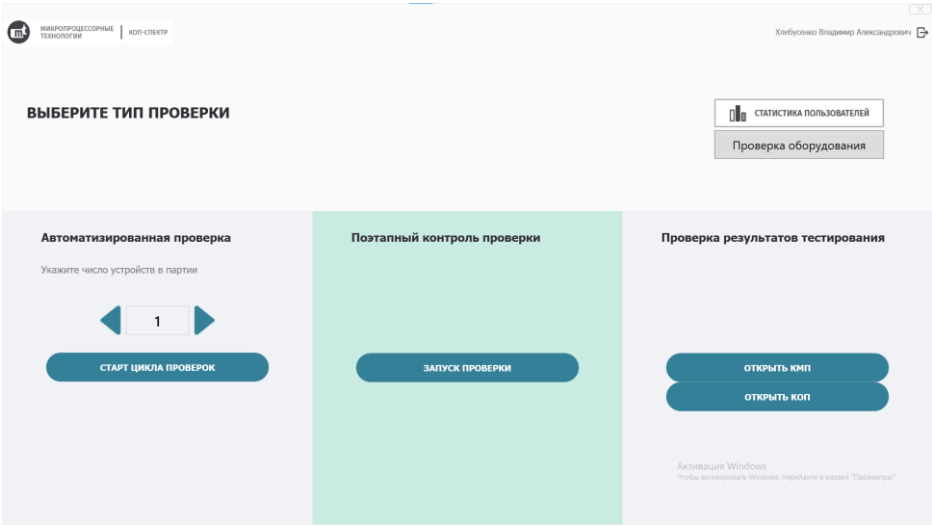
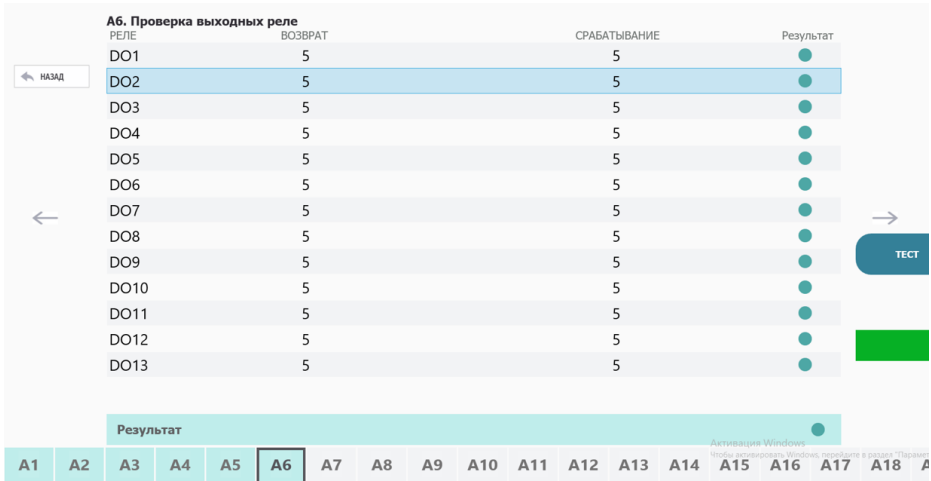
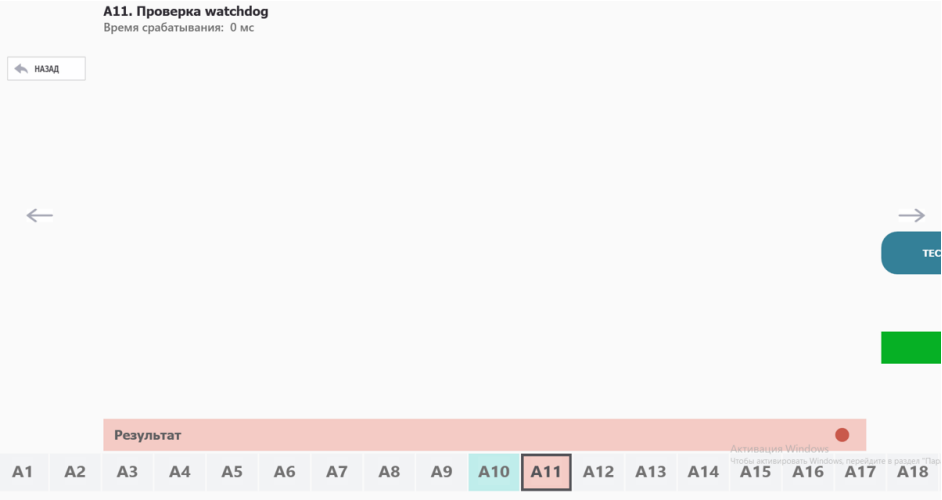

Рисунок 5. Главное окно КОП «Спектр»
Рисунок 9. Успешное прохождение тестов
Рисунок 10. Отрицательный результат тестирования
- 2) В открывшемся окне нажать «Старт цикла проверки» (рисунок 5).
6) После завершения настройки и тестирования в главном окне КОП «Спектр» открыть КМП (рисунок 5) и проверить результат тестирования устройства. При положительном результате номер теста окрасится светло-голубым цветом (рисунок 9). В случае, если результат тестирования был отрицательным, номер теста окрасится светло-красным цветом (рисунок 10). В случае выявления отрицательных результатов тестирования, устройство передается в ремонт.